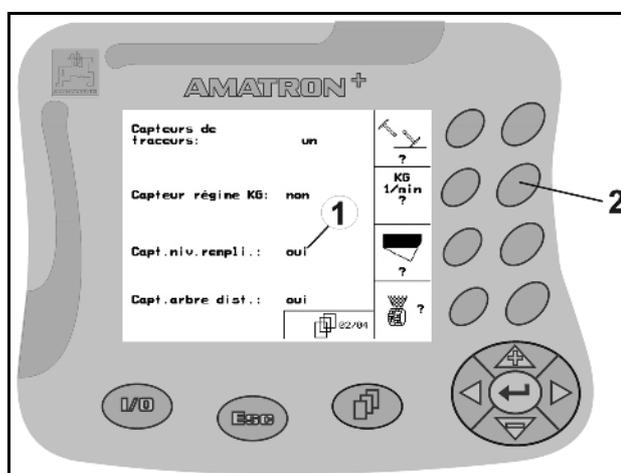

Fig. 17
- Appuyez une fois sur la touche (Fig. 17/2) fonction → **Marche** (Fig. 17/1).